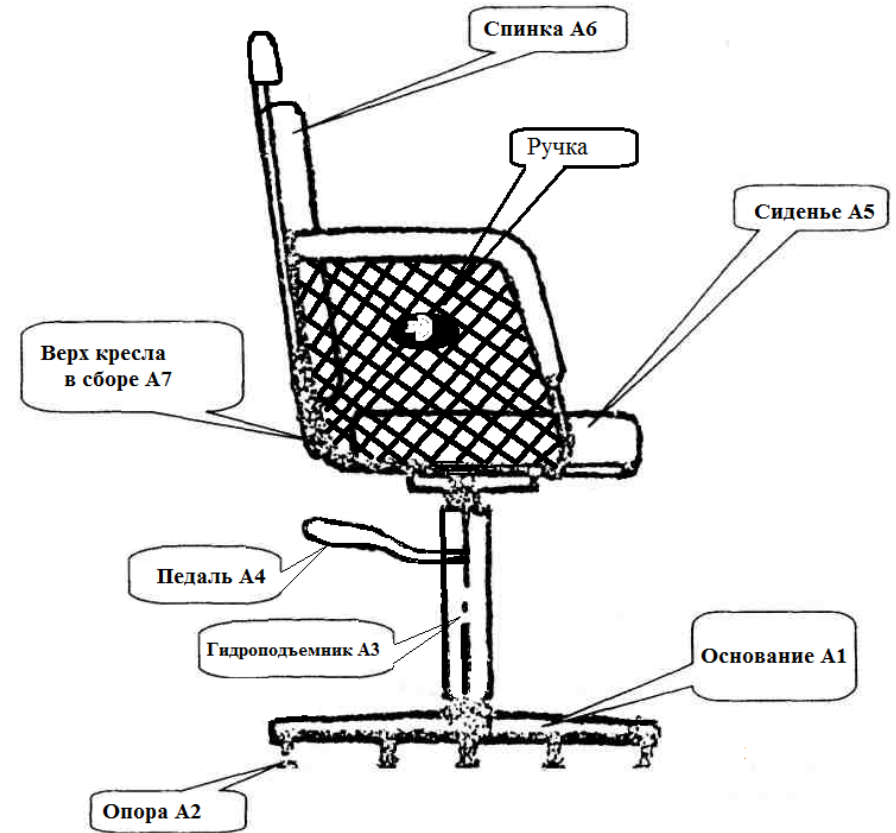

Рисунок 1.
- 4.1. Кресло (см. рисунок 1) состоит из основания, гидроподъемника с педалью привода, верха кресла в сборе.